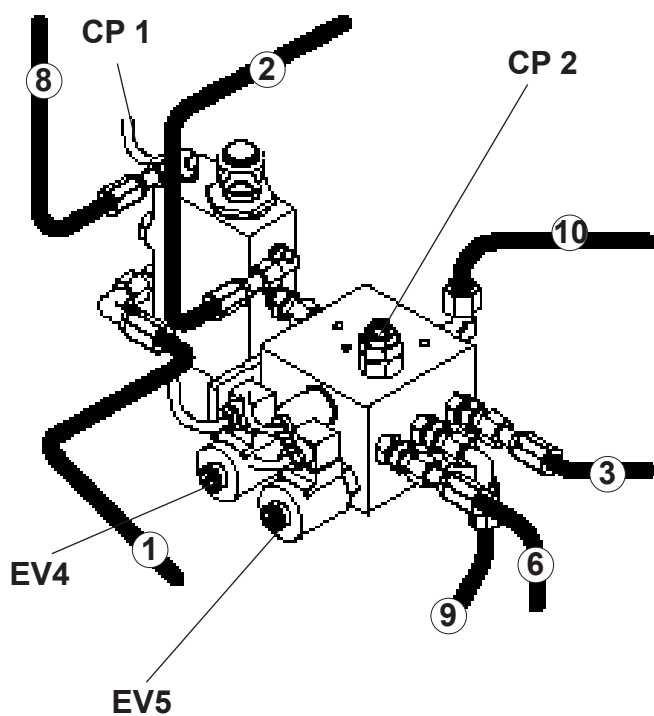
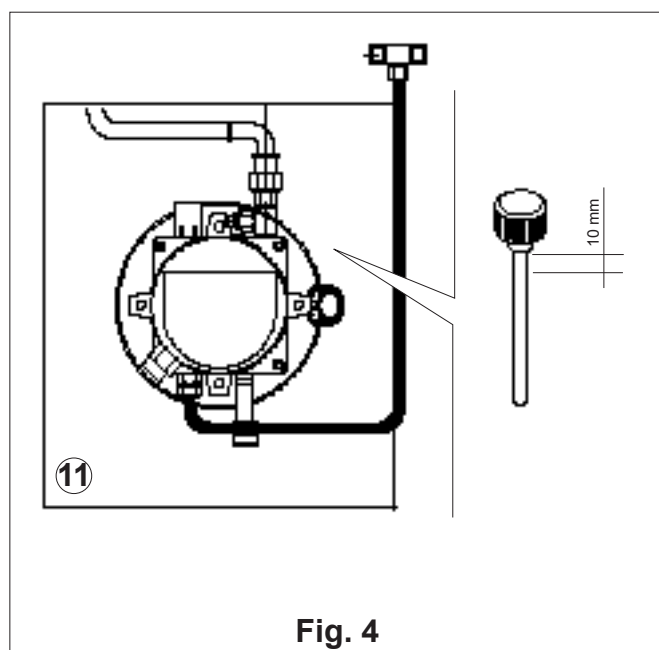

Fig. 3
Fig. 4
- Conectar el tubo (8) a la válvula y al cilindro (A).
- Conecte el tubo de drenaje (5) a la unidad de control.
- Llene el depósito (7) con aceite ESSO NUTO H32 o equivalente (Cant.).
- Conecte el cable eléctrico al presostato CP (Fig.3)
- Conecte los tubos de drenaje (4 y 5) a la unidad de control (11) mediante el tubo (7) (Fig.4).
- Llene el depósito (12) con aceite ESSO NUTO H32 o equivalente (Cant.).
- Conecte los cables eléctricos presentes en la unidad de control a las electroválvulas EV4-EV5 y a los presostatos CP1-CP2 (fig. 3).